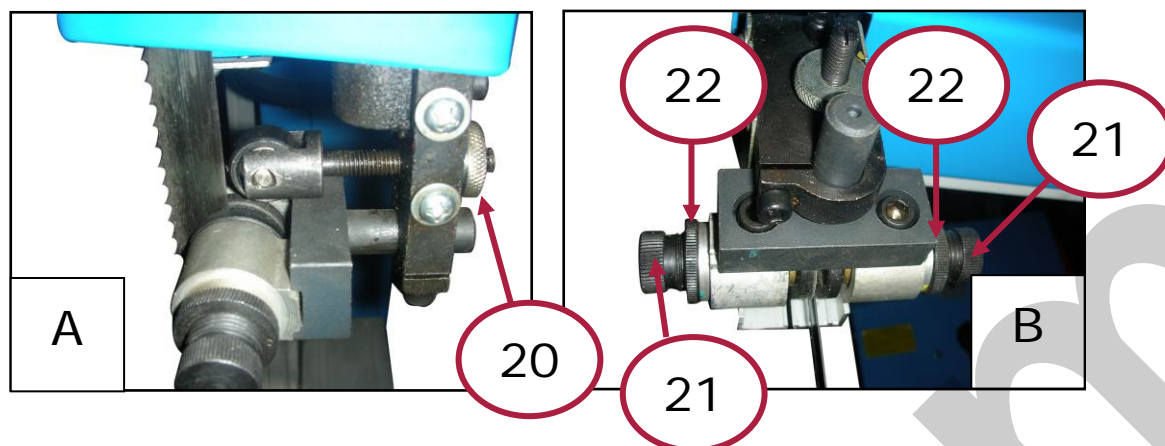

Figura 26 – Dettaglio guida lama superiore.
5. Regolare i pattini laterali ed il cuscinetto d'appoggio del guida lama superiore. Il cuscinetto deve essere posizionato a circa 2 mm dal dorso del nastro ruotando la ghiera 20 in Figura 26/A. I pattini laterali devono sfiorare i lati della lama lasciando sporgere i denti per evitare flessioni laterali e ridurre le eventuali vibrazioni nel corso delle operazioni di taglio. Dopo aver regolato la posizione con le ghiera 21 bloccarli mediante gli anelli 22 (Figura 26/B).